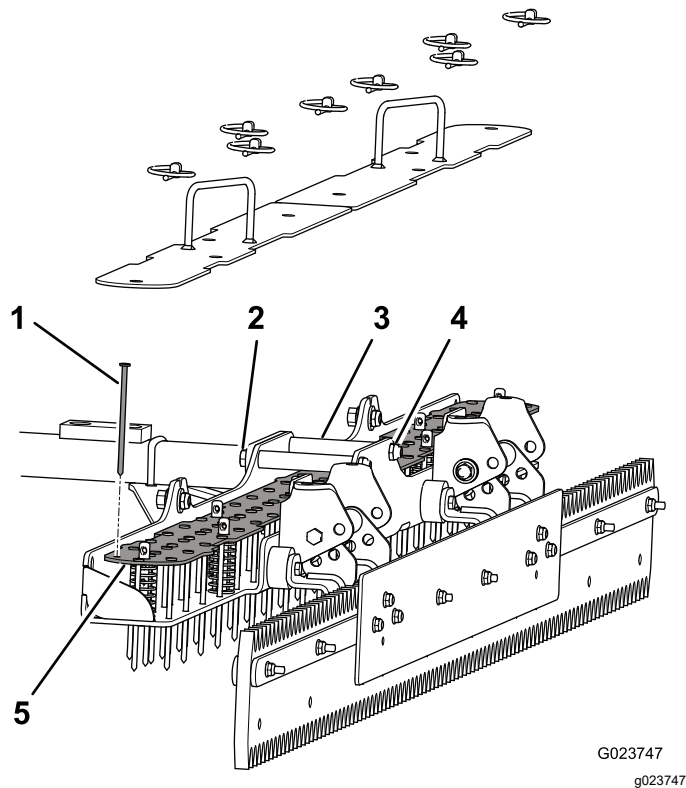

Figura 18
2. Rimuovete gli acciarini dagli otto cavallotti con perno che fissano le piastre superiori alla piastra dei chiodi e a quella inferiore (Figura 18).